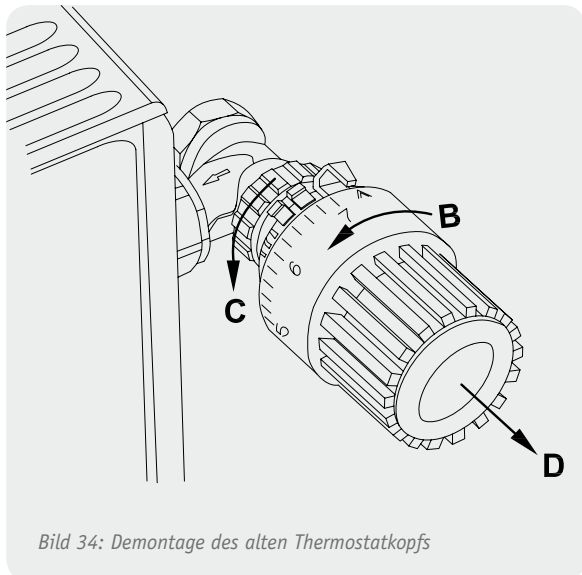

Bild 34: Demontage des alten Thermostatkopfs
Um den Heizkörperthermostat zu montieren, ist zunächst der alte Thermostatkopf zu entfernen. Dazu ist dieser bis zum Endanschlag gegen den Uhrzeigersinn zu drehen (A) (Bild 34). Anschließend ist die Befes-